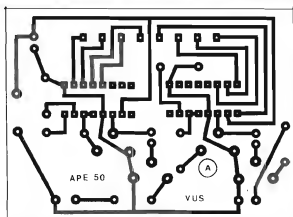

Fig. 2
**FIG. 2 - LAY OUT DO CIRCUITO IMPRESSO ESPECÍFICO - PLACA "A"** - Conforme já foi dito, o arranjo mecânico da montagem distribuiu o circuito sobre duas placas. Uma delas (A) comporta os dois Integrados, componentes de polarização e ajuste, etc. A outra (B), suporta a matriz de 16 LEDs. O arranjo final em "L" exige um certo rigor mecânico, nas medidas e disposições de ilhas, pistas, furos, etc. Assim, nas duas placas, recomendamos a confecção a partir de decalques apropriados, que promovem um resultado muito melhor e menos sujeito a "descasamentos" dimensionais que poderiam complicar as coisas ao final... Na fig. 2 temos o padrão cobreado de ilhas e pistas (escala 1:1) da placa "mãe" (A), enfatizando-se a barra de 8 contatos em linha (próxima à borda superior da placa, na ilustração...) destinado justamente ao acoplamento eletro-mecânico com a outra placa (B). O padrão geral é simples, e o Hobbyista não encontrará dificuldades em reproduzi-lo e confeccionar o Impresso... Aos iniciantes, recomendamos dar uma "passada" atenta nas INSTRUÇÕES GERAIS PARA AS MONTAGENS (já no começo da Revista), na busca de importantes informações práticas a respeito da construção e aproveitamento de Circuitos Impressos...